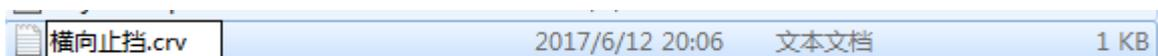

图 021-2 更改扩展名
2、重命名文件,将扩展名由 **txt** 更改为 **crv**,并回车,如图 021-2;